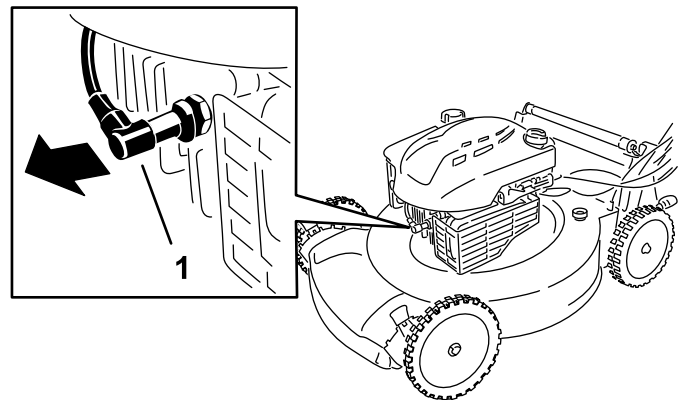

Bild 22
2. Ziehen Sie den Kerzenstecker von der Zündkerze ab (Bild 22).
2. Klemmen Sie das Zündkabel von der Zündkerze ab (**Bild 22**).